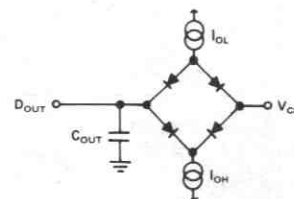

図4. バス・タイミング測定用負荷回路
2. OE/EOCENの立下がりエッジ (0.8V) から、データ・ライン/EOCが 2.0Vまたは 0.8Vを交差するまでの時間を測定。図4を参照ください。 $C_{OUT} = 100 pF$ です。
3. OE/EOCENの立下がりエッジ (2.0V) から、出力電圧が 0.5V変化するまでの時間を測定。図4を参照ください。 $C_{OUT} = 10 pF$ です。